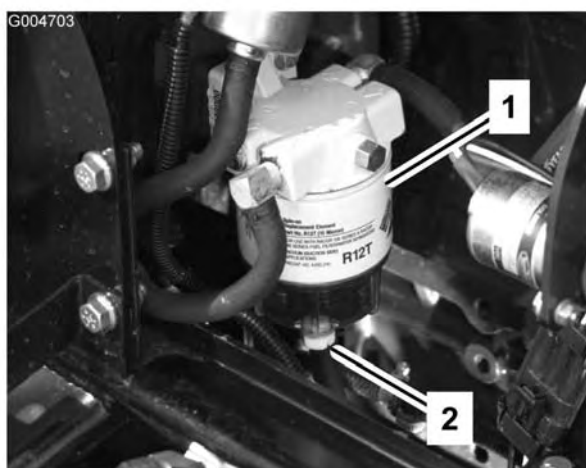

Figura 51
Drene el agua y otros contaminantes del separador de agua (Figura 51) a diario.
2. Afloje el tapón de vaciado en la parte inferior del cartucho del filtro (Figura 51). Apriete el tapón después del vaciado.